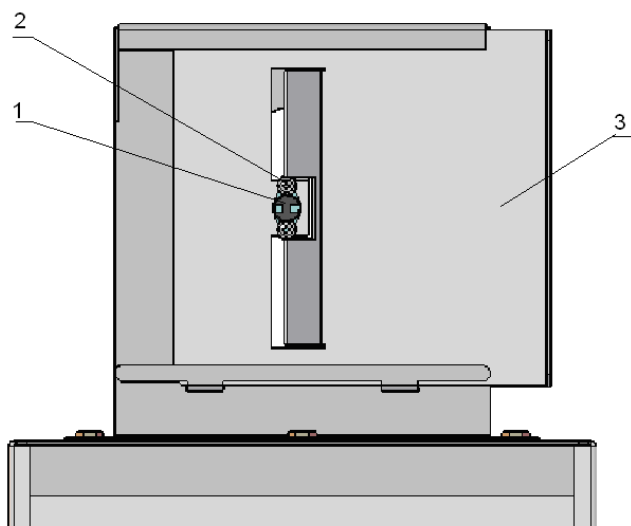
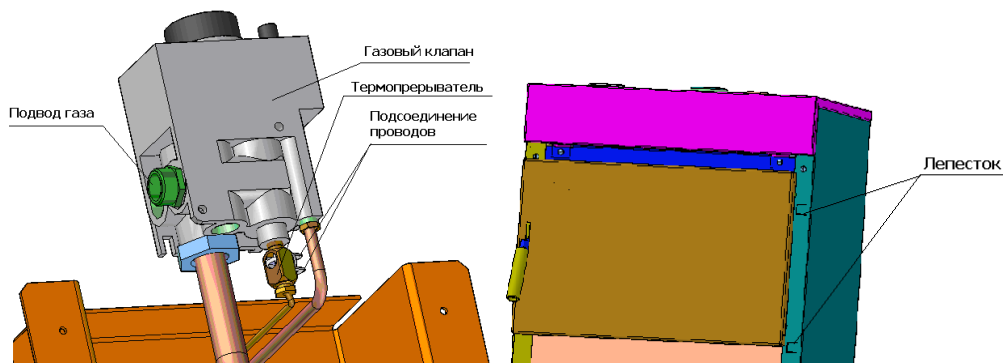

Рис.16 Дымоход котлов КС-ТГ/ТГВ-12/16...; КС-ТГ/ТГВ-16/20...
Рис.18 Места подсоединений
7.4 На дымоход котла необходимо установить термостат (датчик тяги из комплекта УГт) табл.2 и **рис. 16,17**.
На разъёмы термопрерывателя (**рис.18**) подсоединить провода из комплекта УГт (табл.2). Провода завести под лепестки (**рис.18**) на правой боковине котла, провести через прорези под крышку котла (крышку предварительно снять), вывести на заднюю стенку и подсоединить на выводы термостата (датчика тяги) **рис.16,17**.